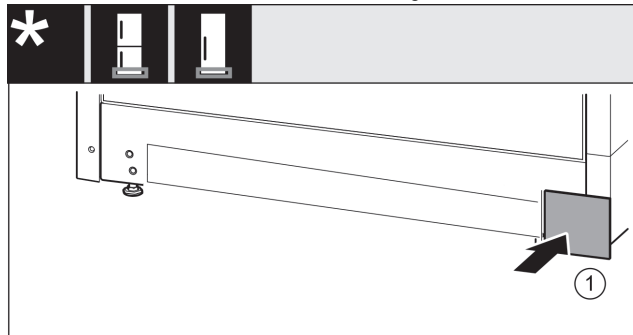

Fig. 38
- Abdeckung Fig. 38 (1) auf der anderen Seite wieder aufsetzen.